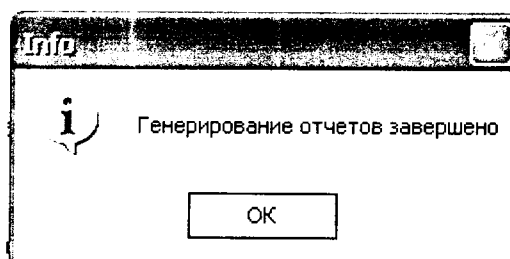

Рисунок 10 - Окно «Info»
6.4.2.30 По окончании формирования протокола появляется окно «Info» смотри рисунок 10. Нажать кнопку «Ок».